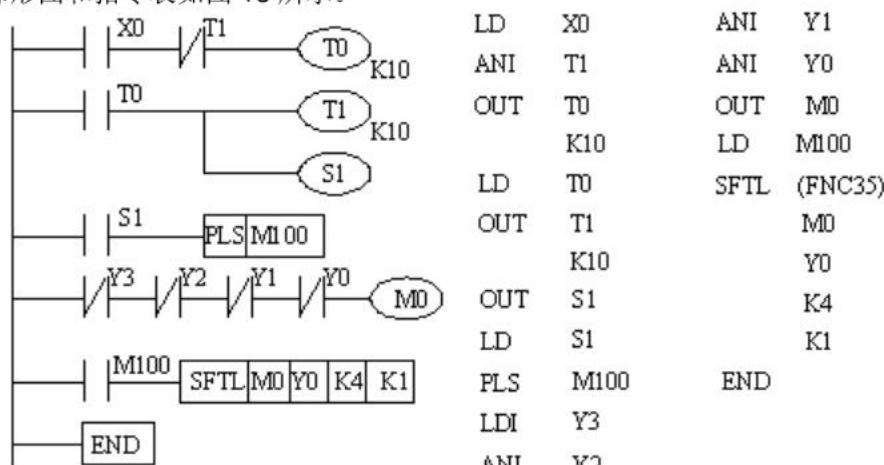

图 18 循环左移位控制程序 (1)
其梯形图和指令表如图 18 所示。
- (1) 按图 18 输入程序。
- (2) 检查程序是否正确。
- (3) 运行程序，观察 Y0、Y1、Y2 和 Y3 的输出是否和真值表一致。